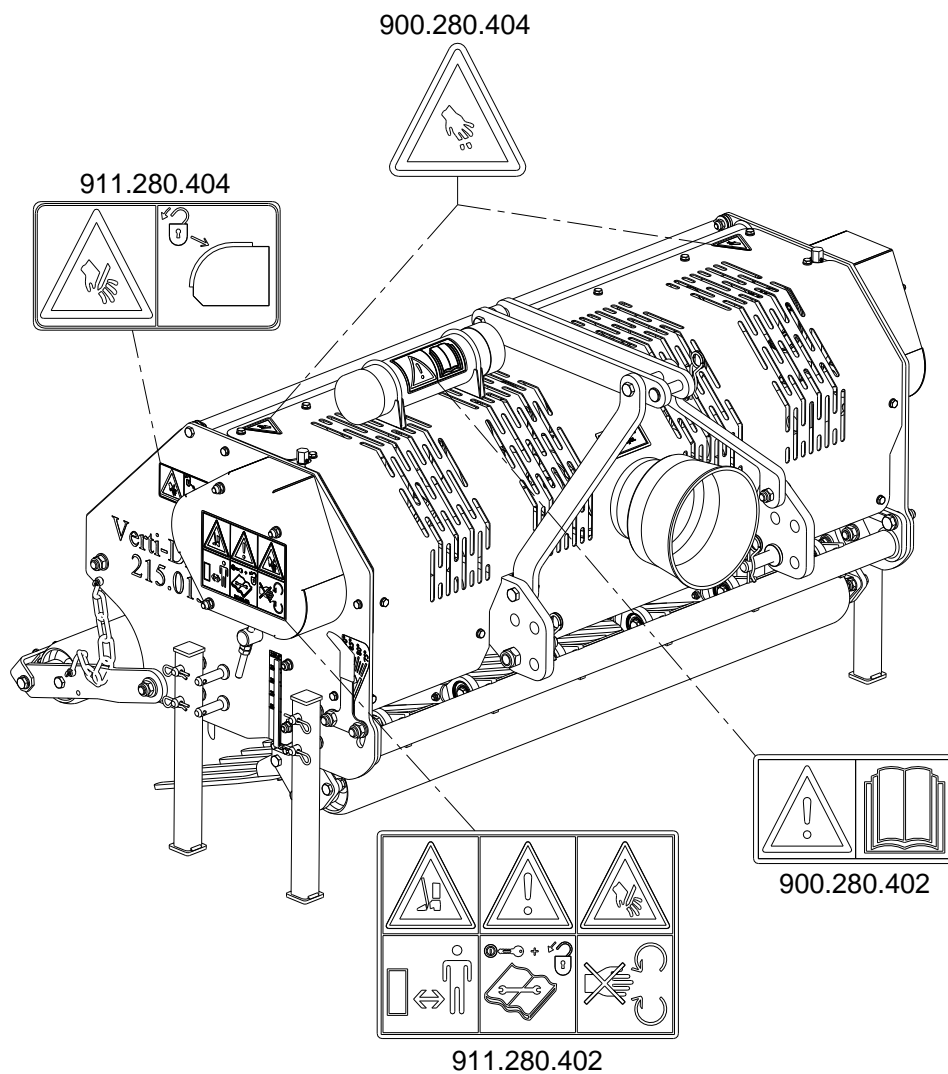

Fig. 7
(7) Posizionamento degli adesivi di sicurezza. (Fig. 7)